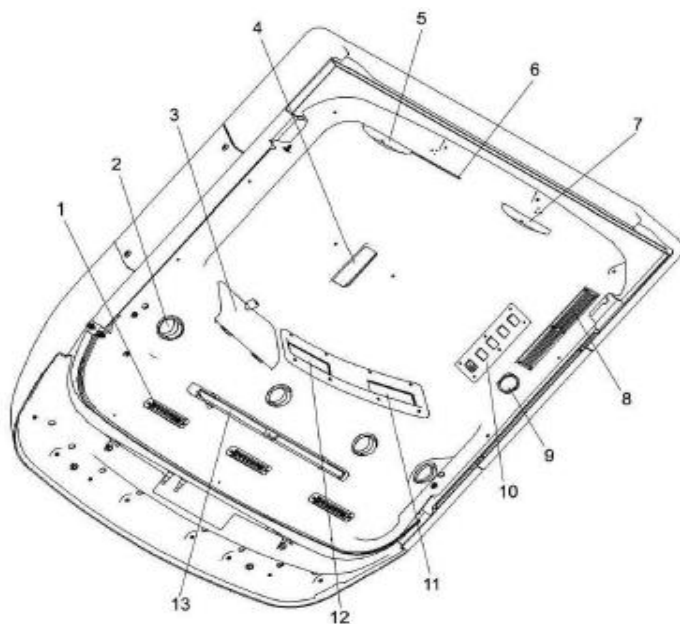

Рис. 5.7. Верхняя панель кабины:
*Верхняя панель управления* находится в верхней части кабины. Расположение органов управления приведено на рис. 5.7.